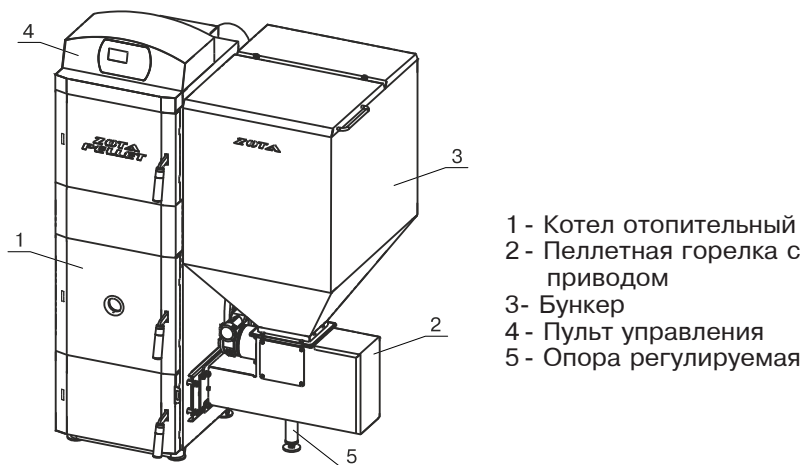

Рис.1 Котел пеллетный в сборе
5.1. Пеллетный котел в сборе (рис.1) состоит из котла отопительного (поз. 1), пеллетной горелки с приводом (поз.2), бункера (поз.3) (с возможностью установки на него дополнительной секции для увеличения его объема) и пульта управления (поз.4).
6.1.5. Соедините пеллетную горелку с котлом, выставите ее по уровню с помощью регулируемой опоры (поз.6, Рис.1) и зафиксируйте четырьмя гайками М10 с шайбами (см. комплект поставки № п/п 6, 7, 8, 9). Установите заглушку окна пеллетной горелки (п/п 1.9, табл.2) на противоположной стенке корпуса котла и зафиксируйте четырьмя гайками М10 с шайбами (см. п/п 6, 7, 8, 9, табл.2). Установите кожух на заглушку окна пеллетной горелки.